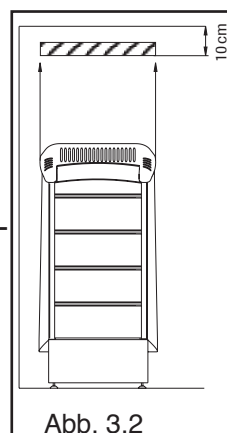

Abb. 3.2
- Montieren Sie den Fühler mit den beigefügten Schrauben (2 St. Ø 2,9 x 16) entsprechend der Abb. 3.2 an der Wand. Montieren Sie den Fühler im Bereich, der in Abb. 3.2 schraffiert ist.